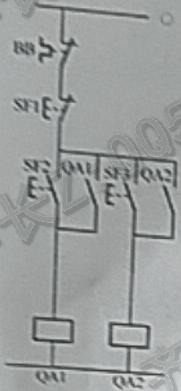

图 4-2
2. 某工程师设计电机正反转控制电路如图 4-2 所示, 试分析该电路存在的问题, 并给出合理的解决方案。(画出控制电路, 并标注符号)